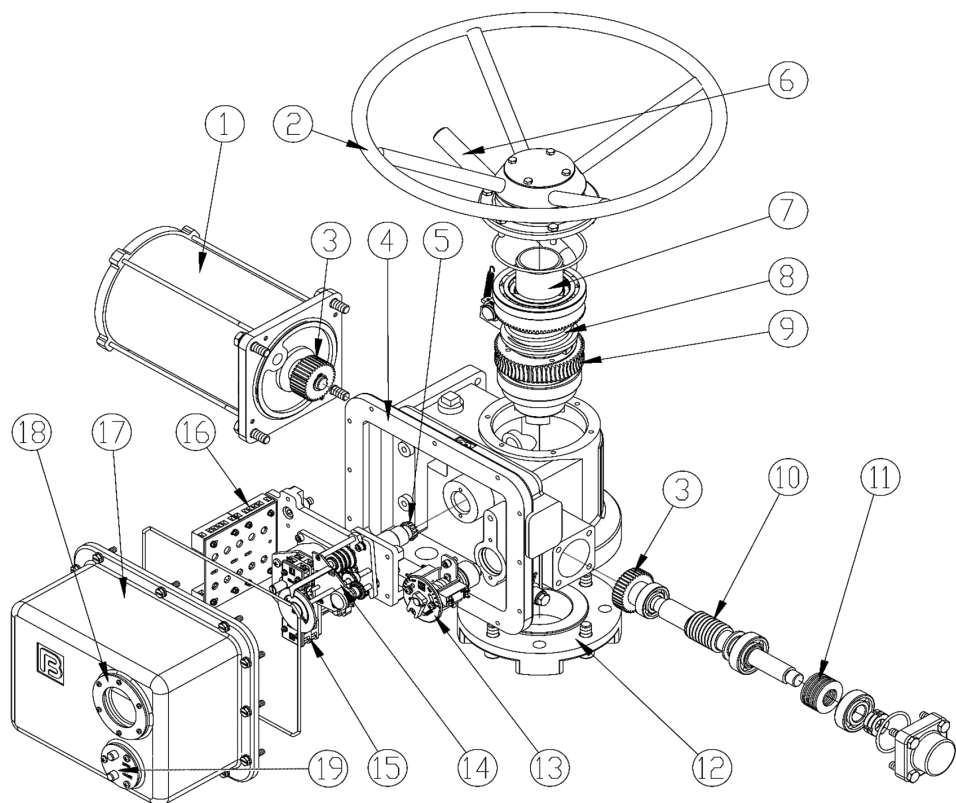
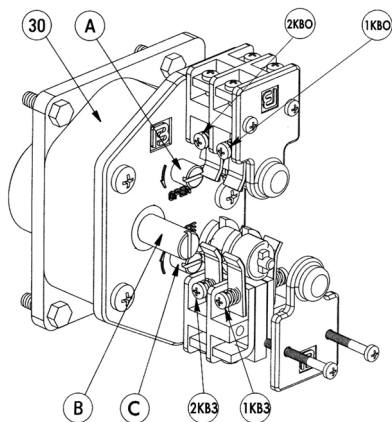

Рис.1 Электроприводы серии ГЗ-А, ГЗ-Б
Рис. 2 Ограничитель хода выходного вала
## 2.1 Электроприводы серии ГЗ-А, ГЗ-Б (рис. 1)
**Ограничитель хода выходного вала** состоит из редуктора 30 (рис. 2) и роторного механизма микровыключателей.
**Двухсторонняя муфта ограничения крутящего момента** (13) (рис. 1) состоит из червячного вала (10), сбалансированного по осевым перемещениям тарельчатыми пружинами (11) и ограничителя крутящего момента с пластиной С (рис 3).
Индикатор положения затвора арматуры (15) (рис. 1) состоит из набора установочных шестерен, потенциометра (40), регулируемых дисков с указателем положения затвора (47, 48). На стержне (42) имеется 4 зубчатых зацепления, позволяющих фиксировать шестерню (43), для трехступенчатой индикации положения затвора арматуры.
Вращение от электродвигателя (1) (рис.1) через прямозубую цилиндрическую шестерню (3) передаётся на червячный редуктор (9, 10), который обеспечивает вращательное движение выходного вала (7) и через кулачковую муфту преобразуется в поступательное движение штока затвора арматуры.
Ограничитель хода выходного вала (рис. 2) через переходной вал (5) (рис. 1) механически связан с выходным валом электропривода. После надлежащей настройки ограничитель хода выходного вала соответствует определенным положениям затвора. При достижении затвором арматуры этих положений срабатывают соответствующие микровыключатели, отключая электропитание электродвигателя.
Индикатор положения затвора арматуры (15) (рис. 1) механически связан с валом ограничителя хода выходного вала. После надлежащей настройки указания индикатора соответствуют определенным положениям затвора арматуры независимо от режима работы электропривода – ручного или электрического.